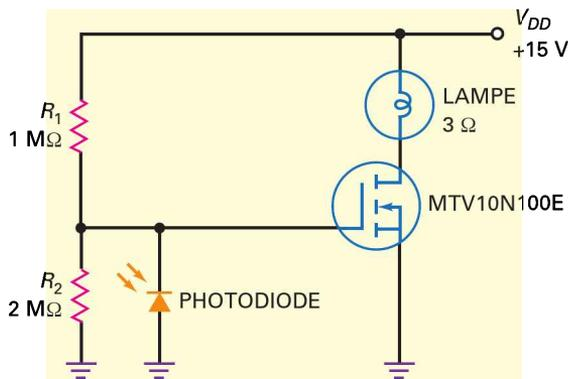

Figure 12.55
12.26 Que vaut le courant dans la lampe de la figure 12.55 quand la tension grille est basse ? Quand elle vaut +10 V ?
12.27 La lampe de la figure 12.55 est remplacée par une autre ayant une résistance égale à 5 Ω. Quelle est la puissance de la lampe dans l'obscurité ?
- 12.42** Si, sur la figure 12.55, la tension grille est 3 V, que vaut le courant dans la photodiode ?